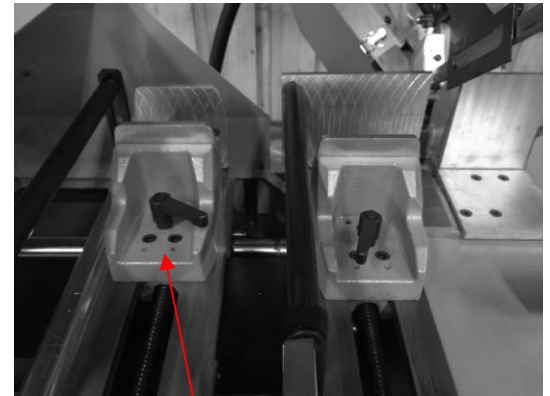

Fig. 11
10. Ruotare la maniglia di serraggio in senso orario (un mezzo cerchio) per creare uno spazio di circa 7 mm tra la ganascia posteriore e il materiale. (Fig. 11 AP)
6. La morsa di alimentazione AP si apre ruotando la maniglia di serraggio in senso orario (Fig. 11).